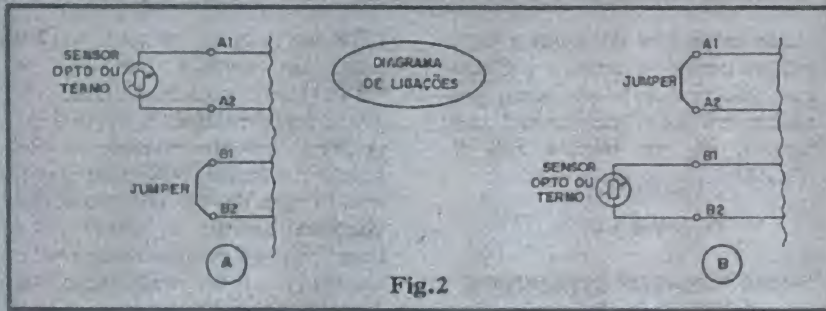

Fig.2
- FIG. 2 - DIAGRAMA DE LIGAÇÕES DO SENSOR - Referenciando as conexões pelos terminais A1-A2-B1-B2 do "esque-
- FIG. 5 - CONEXÕES EXTERNAS À PLACA - Com exceção das conexões do sensor e do respectivo jumper (já enfatizados na fig. 2), o diagrama mostra a placa pelo seu lado não cobreado, com as devidas conexões externas... Atenção às ligações do potenciômetro (visto pela frente...) e às importantes conexões ao "rabiço" que vai à rede CA local, e à tomada de saída, onde será ligada a carga a ser comandada pelo MUSEP... Todas as conexões aos pontos S-S e CA-CA devem ser
#### AINDA SOBRE OS SENSORES E JUMPERS (REF. FIG. 2)
Por óbvias razões práticas, em várias aplicações os sensores (termistor ou LDR) deverão situar-se longe da placa... Nada consta contra isso, podendo os elementos termo-resistivos ou foto-resistivos serem ligados à placa (conforme figura 2) através de pares de fios relativamente longos, sem problemas... Já os jumpers devem ser curtos, ficando diretamente sobre a placa (ver disposição dos pontos de ligação na fig. 5, e diagrama de ligação na fig. 2).